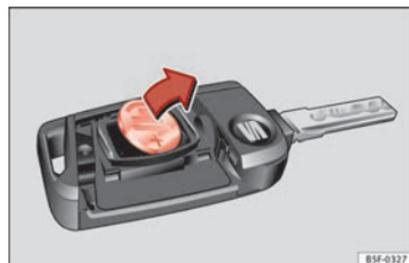

Fig. 133 Clé du véhicule : retirez la pile.
- Retirez la pile du compartiment à l'aide d'un objet fin approprié » fig. 133.
- Placez la pile neuve comme indiqué » fig. 133 et appuyez-la contre le logement des piles dans le sens contraire de la flèche » ①.